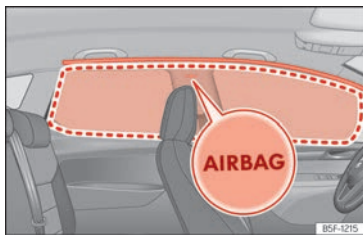

Abb. 34 Einbauort und Entfaltungsbereich des Kopfairbags.
Die Kopfairbags befinden sich zu beiden Seiten im Innenraum oberhalb der Türen >>> **(Abb. 34)** und ihre Einbauorte sind mit dem Schriftzug „AIRBAG“ gekennzeichnet.
Der eingerahmte Bereich wird vom auslösenden Kopfairbag erfasst (Entfaltungsbereich) >>> **(Abb. 34)**. Deshalb dürfen in diesen Bereich niemals Gegenstände abgelegt oder befestigt werden >>> **⚠**.
- Stellen Sie sicher, dass Kinder richtig in ihren Sitzen sitzen und ihren Kopf nicht in den Entfaltungsbereich der Kopfairbags halten >>> **(Abb. 34)**, da sie beim Auslösen der Airbags von diesen getroffen werden und schwere Verletzungen erleiden könnten.